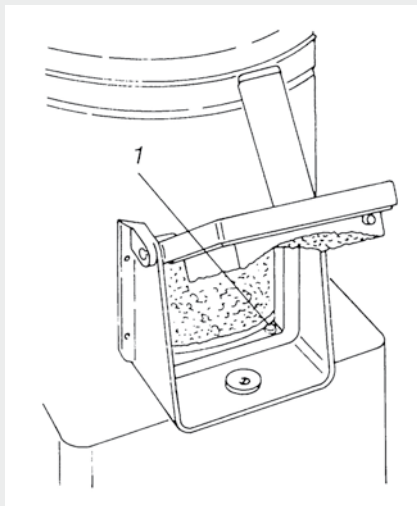

Fig.6
- выходное отверстие 1, рис. 6.